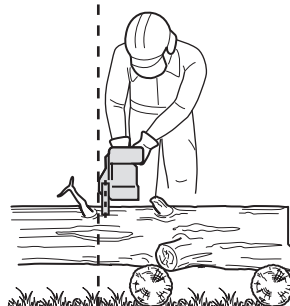

Fig. 20
4. Utilize o produto apenas com uma posição segura. Segure o produto no lado direito do seu corpo (Fig. 20).